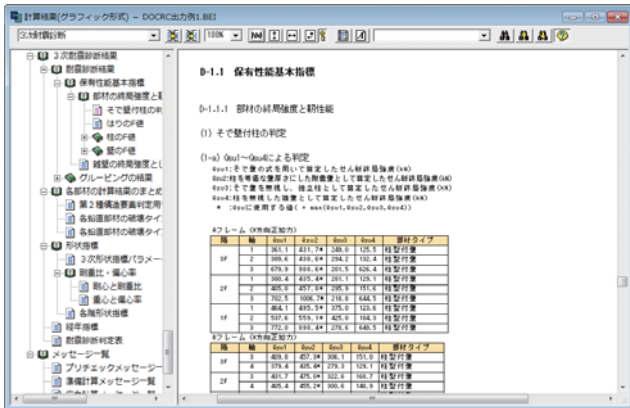

図15 グラフィック形式出力
- ・伏図や軸組図など、図や表を中心としたグラフィック形式出力により、計算結果の確認が容易です。また、各種の出力結果はクリップボード経由でExcelやWordに転送し利用することができます。(図15)